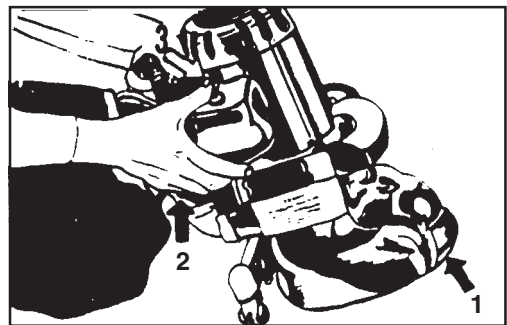

Figura 7
5. Inclíne la máquina hacia atrás de modo que el disco de papel de lija no toque el piso. Vea (1) en la Figura 7. Sostenga las dos manijas. Vea (2) en la Figura 7.
6. Sitúe el interruptor On/Off (encendido/apagado) en la posición "ON" (encendido). Vea (3) en la Figura 7.